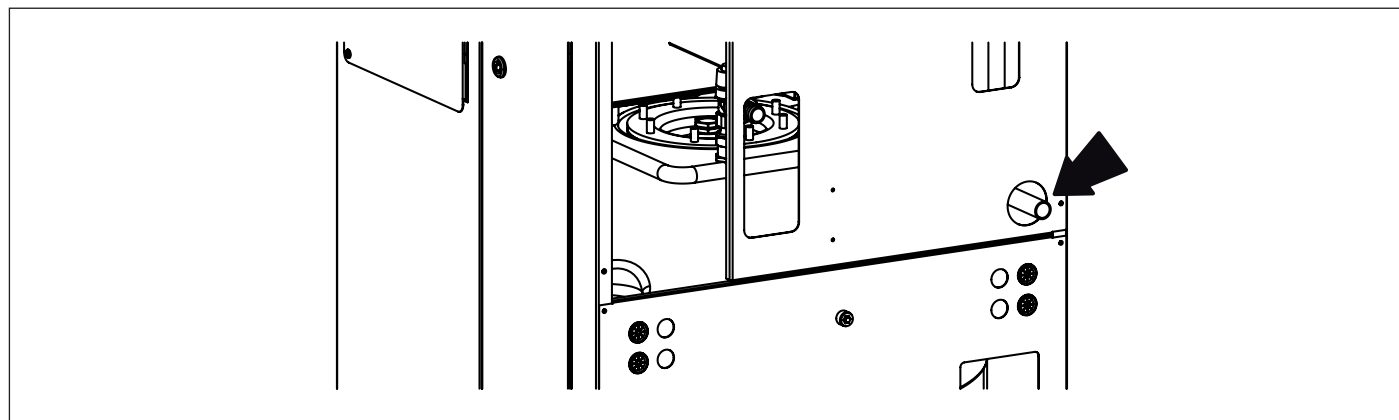

Fig. 17 Scarico condensa
E' OBBLIGATORIO, per collegare l'attacco gas della caldaia alla tubazione di alimentazione, interporre una guarnizione (A) a battuta di misure e materiali adeguati (vedi Fig. 17 Scarico condensa).